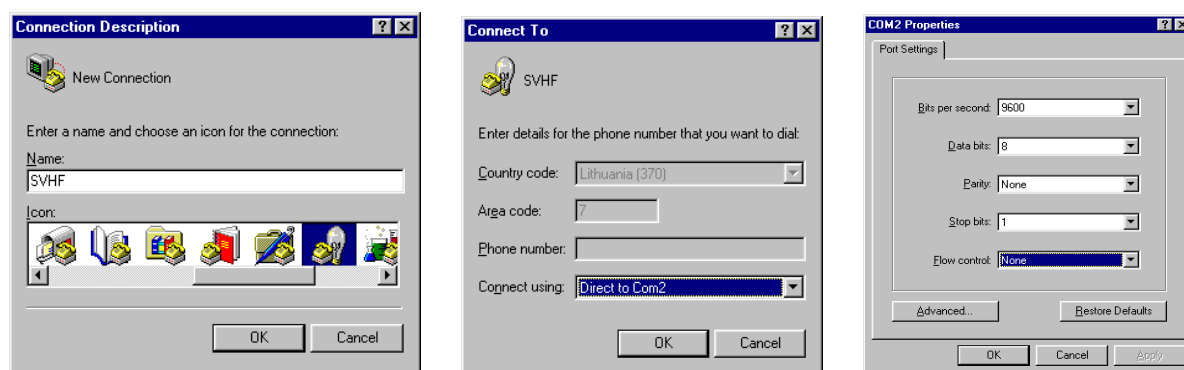

Рис.4.Пример установки параметров программы Hyper Terminal
2. Включите программу Hyper Terminal и установите следующие параметры: скорость передачи 9600 б/с, передача 8 битов, контроль чётности запрещён, один бит окончания передачи и запрещён контроль уровня (см. рис.4).